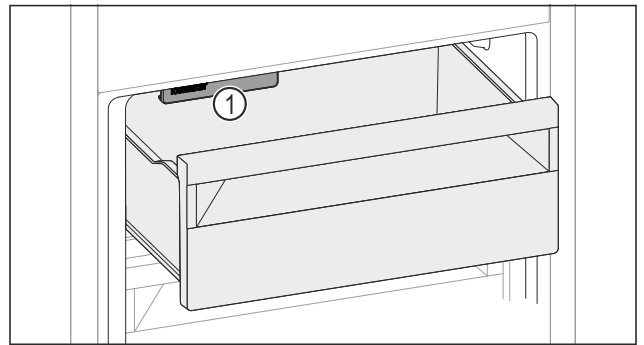

Fig. 167
- IceMaker Fig. 167 (1) berücksichtigen.